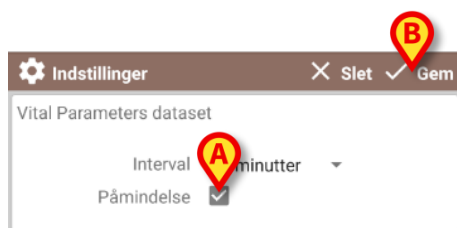

Fig. 100
- Vælg “Påmindelse” kontrolboksen for at få automatiske påmindelser, når det er på tide at indlæse datasættene (Fig. 100 **A**).
- Berør **Gem** funktionen for at gemme de udførte ændringer (Fig. 100 **B**).